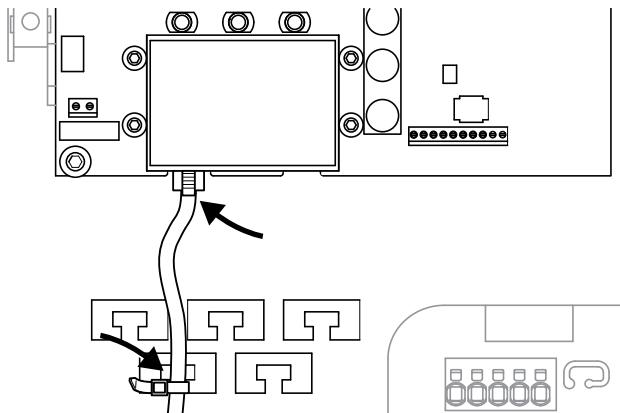

Fig. 35: Fastgør kablerne på kabelknægten
1. Fastgør alle kabler fagligt korrekt på kabelknægten med en kabelbinder. **Fig. 35**